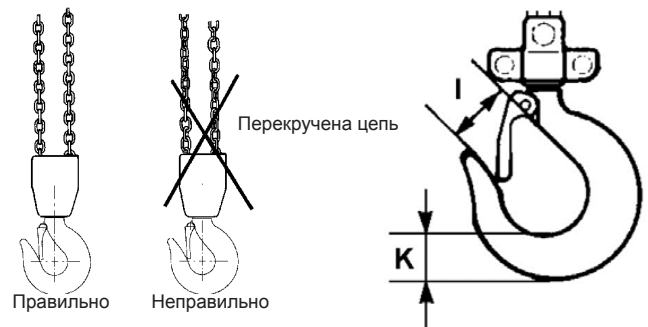

Рис. 3 Цепь не должна быть перекручена
- Грузоподъемная цепь не должна быть перекручена или перевернута. В многоходовых таях велика вероятность скручивания цепи, образования изломов и иных деформаций. См. Рис. 3.